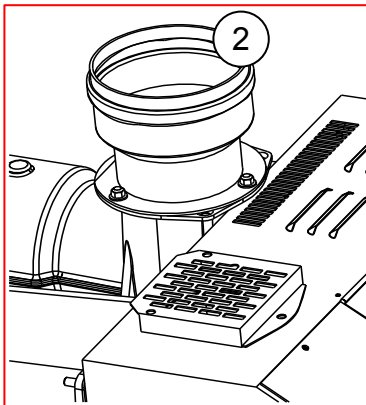

Abb.: 29
Bei der Ausführung **Typ B**, muss das Gitter (1) entfernt und der Abgasstutzen (2) gemäß Abbildung 29 montiert werden. Bei Entnahme der Verbrennungsluft aus dem Aufstellraum muss dies ohne Gefahren möglich sein. Die Verbrennungsluftmenge beträgt 1,75 m³/h pro kW.